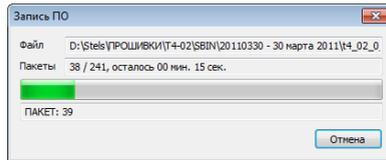

Рис.36. Запись программного обеспечения
- ✓ В появившемся окне *Запись ПО* (рис. 36) будет отображено количество переданных пакетов прошивки;